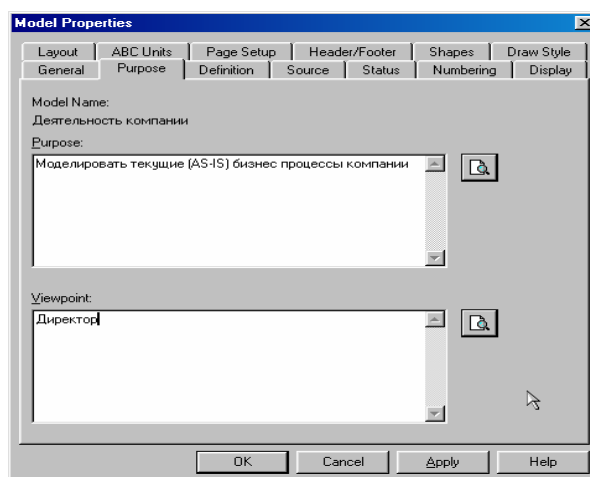

Рис. 13. Внесение данных о цели моделирования и точке зрения на модель
9. Во вкладке **Purpose** диалогового окна **Model Properties** в текстовое поле **Purpose** (цель) внесите данные о цели разработки модели — "Моделировать текущие (AS-IS) бизнес-процессы компании", а в текстовое поле **Viewpoint** (точка зрения) — "Директор" (рис. 13).